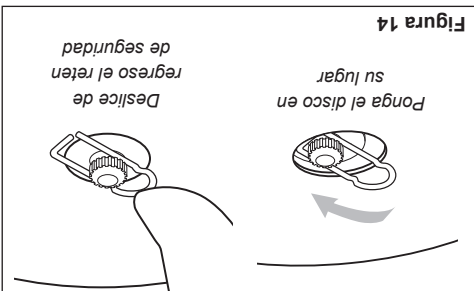

Figura 14
3. Encaje la cuchilla sobre el reten de seguridad y luego controle sobre el borde del Soporte A. Consulte la figura 14.
4. Asegure el disco en su lugar centrando el reten de seguridad en el eje de salida. Consulte la figura 14.